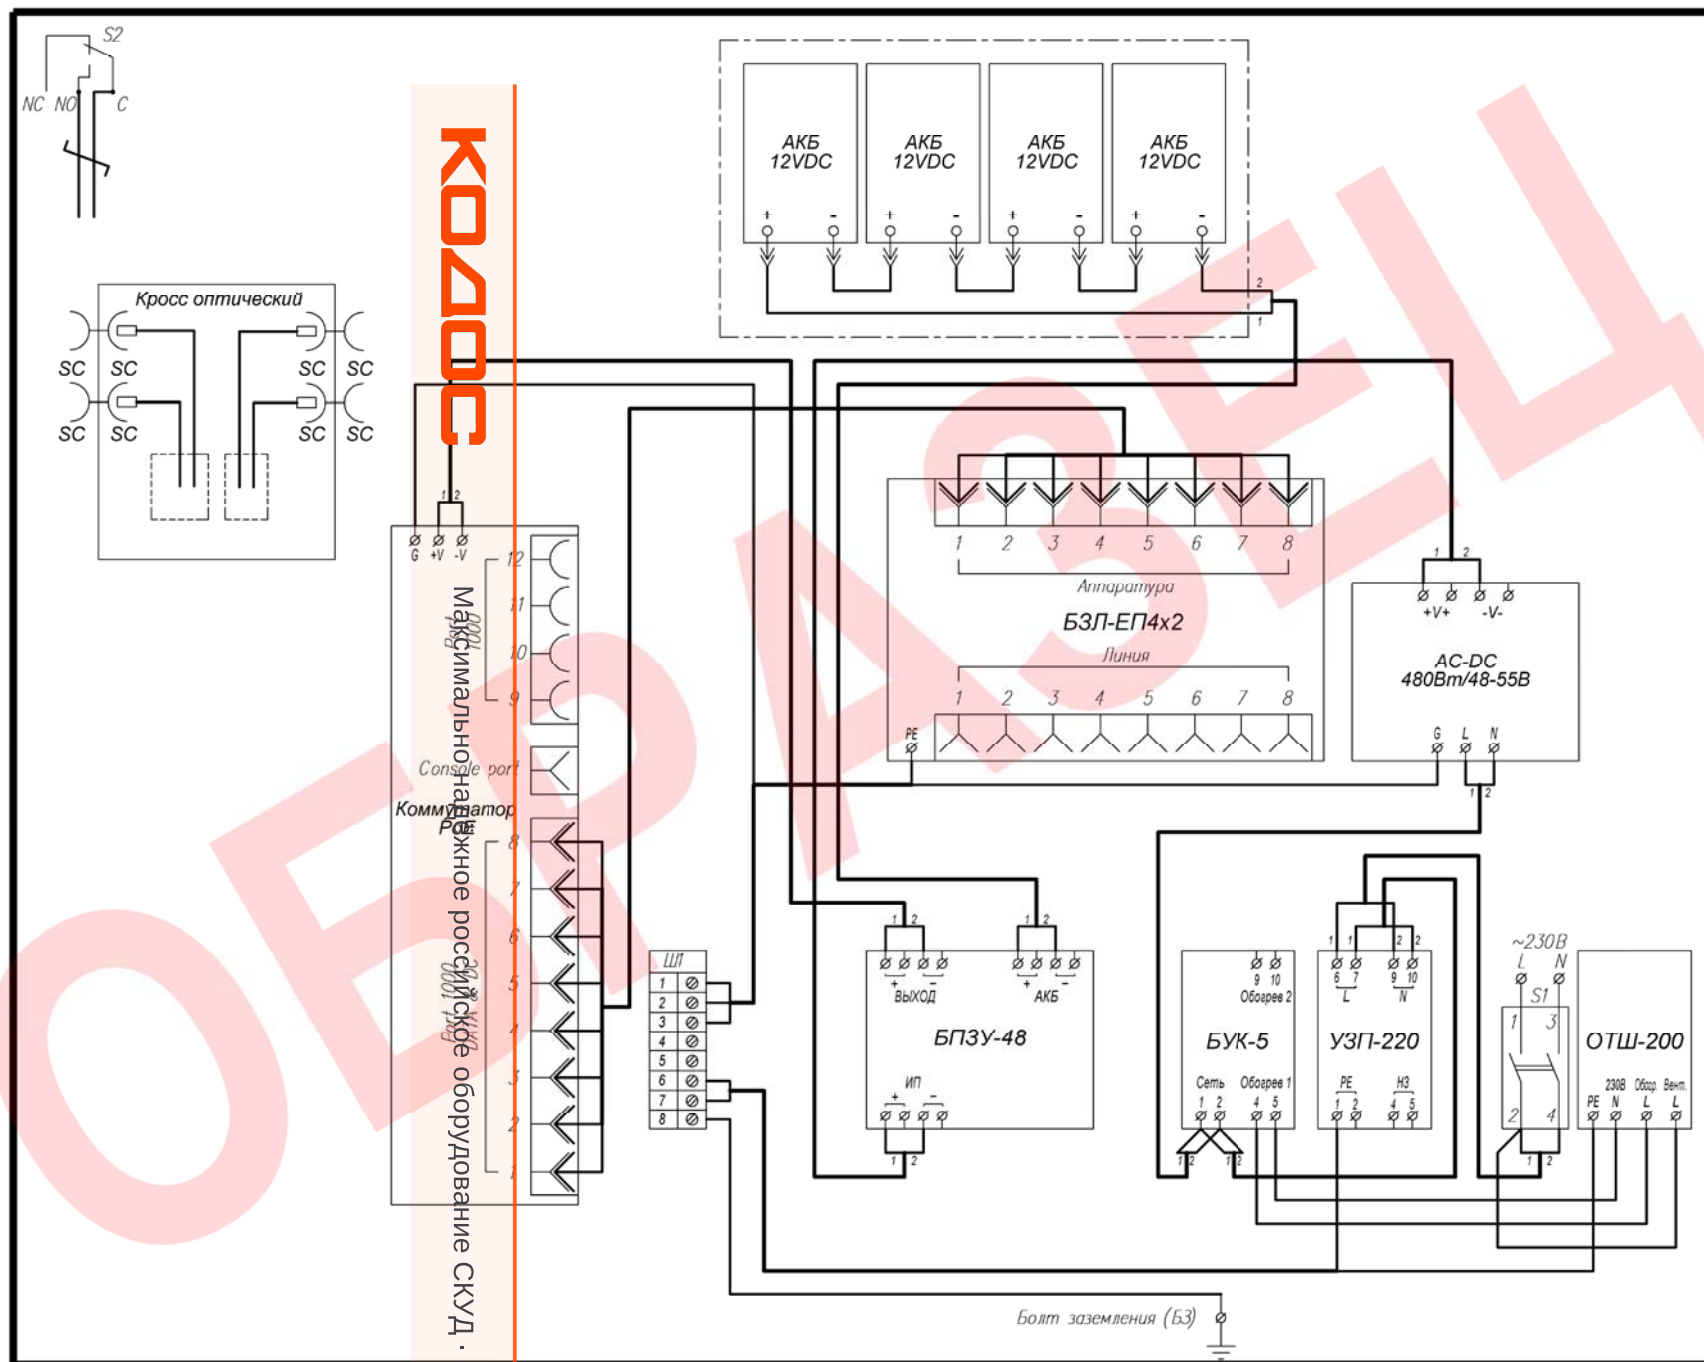

Рис.1 Схема электрическая принципиальная
- 4. Подключить АКБ к БПЗУ-48 согласно схеме (рис.1).
- 7. Подключить кабель питания к входу автомата питания S1 (сечение подключаемых проводов до 25 мм²), при этом фазный провод (L) соединить с контактом 1, нулевой провод (N) с контактом 3.
1. Заземлить изделие при помощи болта заземления (ВЗ) (рис.1).